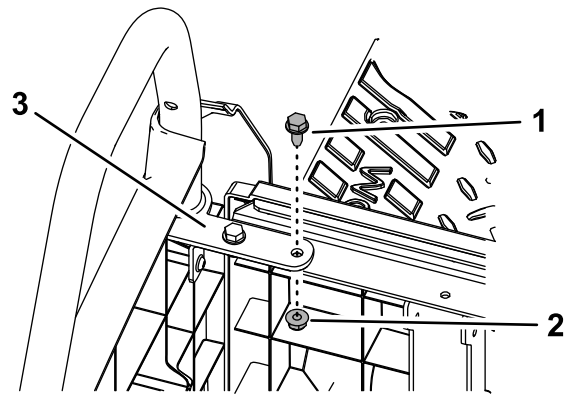

Figura 3
3. Retire o parafuso interior (5/16 x ¾ pol.) e porca (5/16 pol.) dos suportes esquerdo e direito de fixação das ancas (Figura 3).